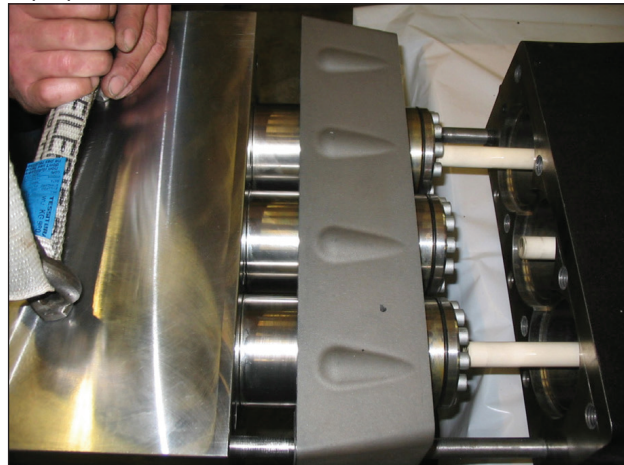

Рис. 99
Отсоедините торец и отдельную панель рубашек от картера насоса (поз. ①, Рис. 99).